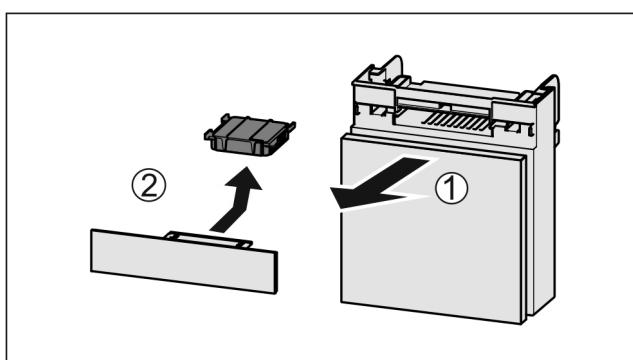

Fig. 94
- Predal izvlecite Fig. 94 (1) naprej.
- Odstranite Fig. 94 (2) aktivni ogleni filter.